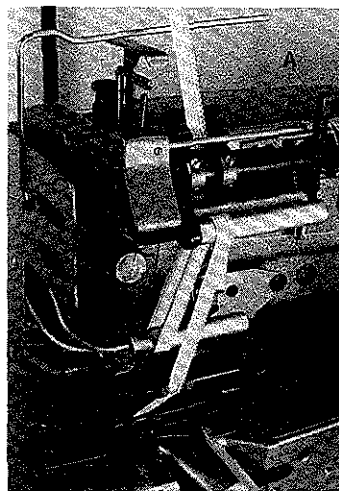
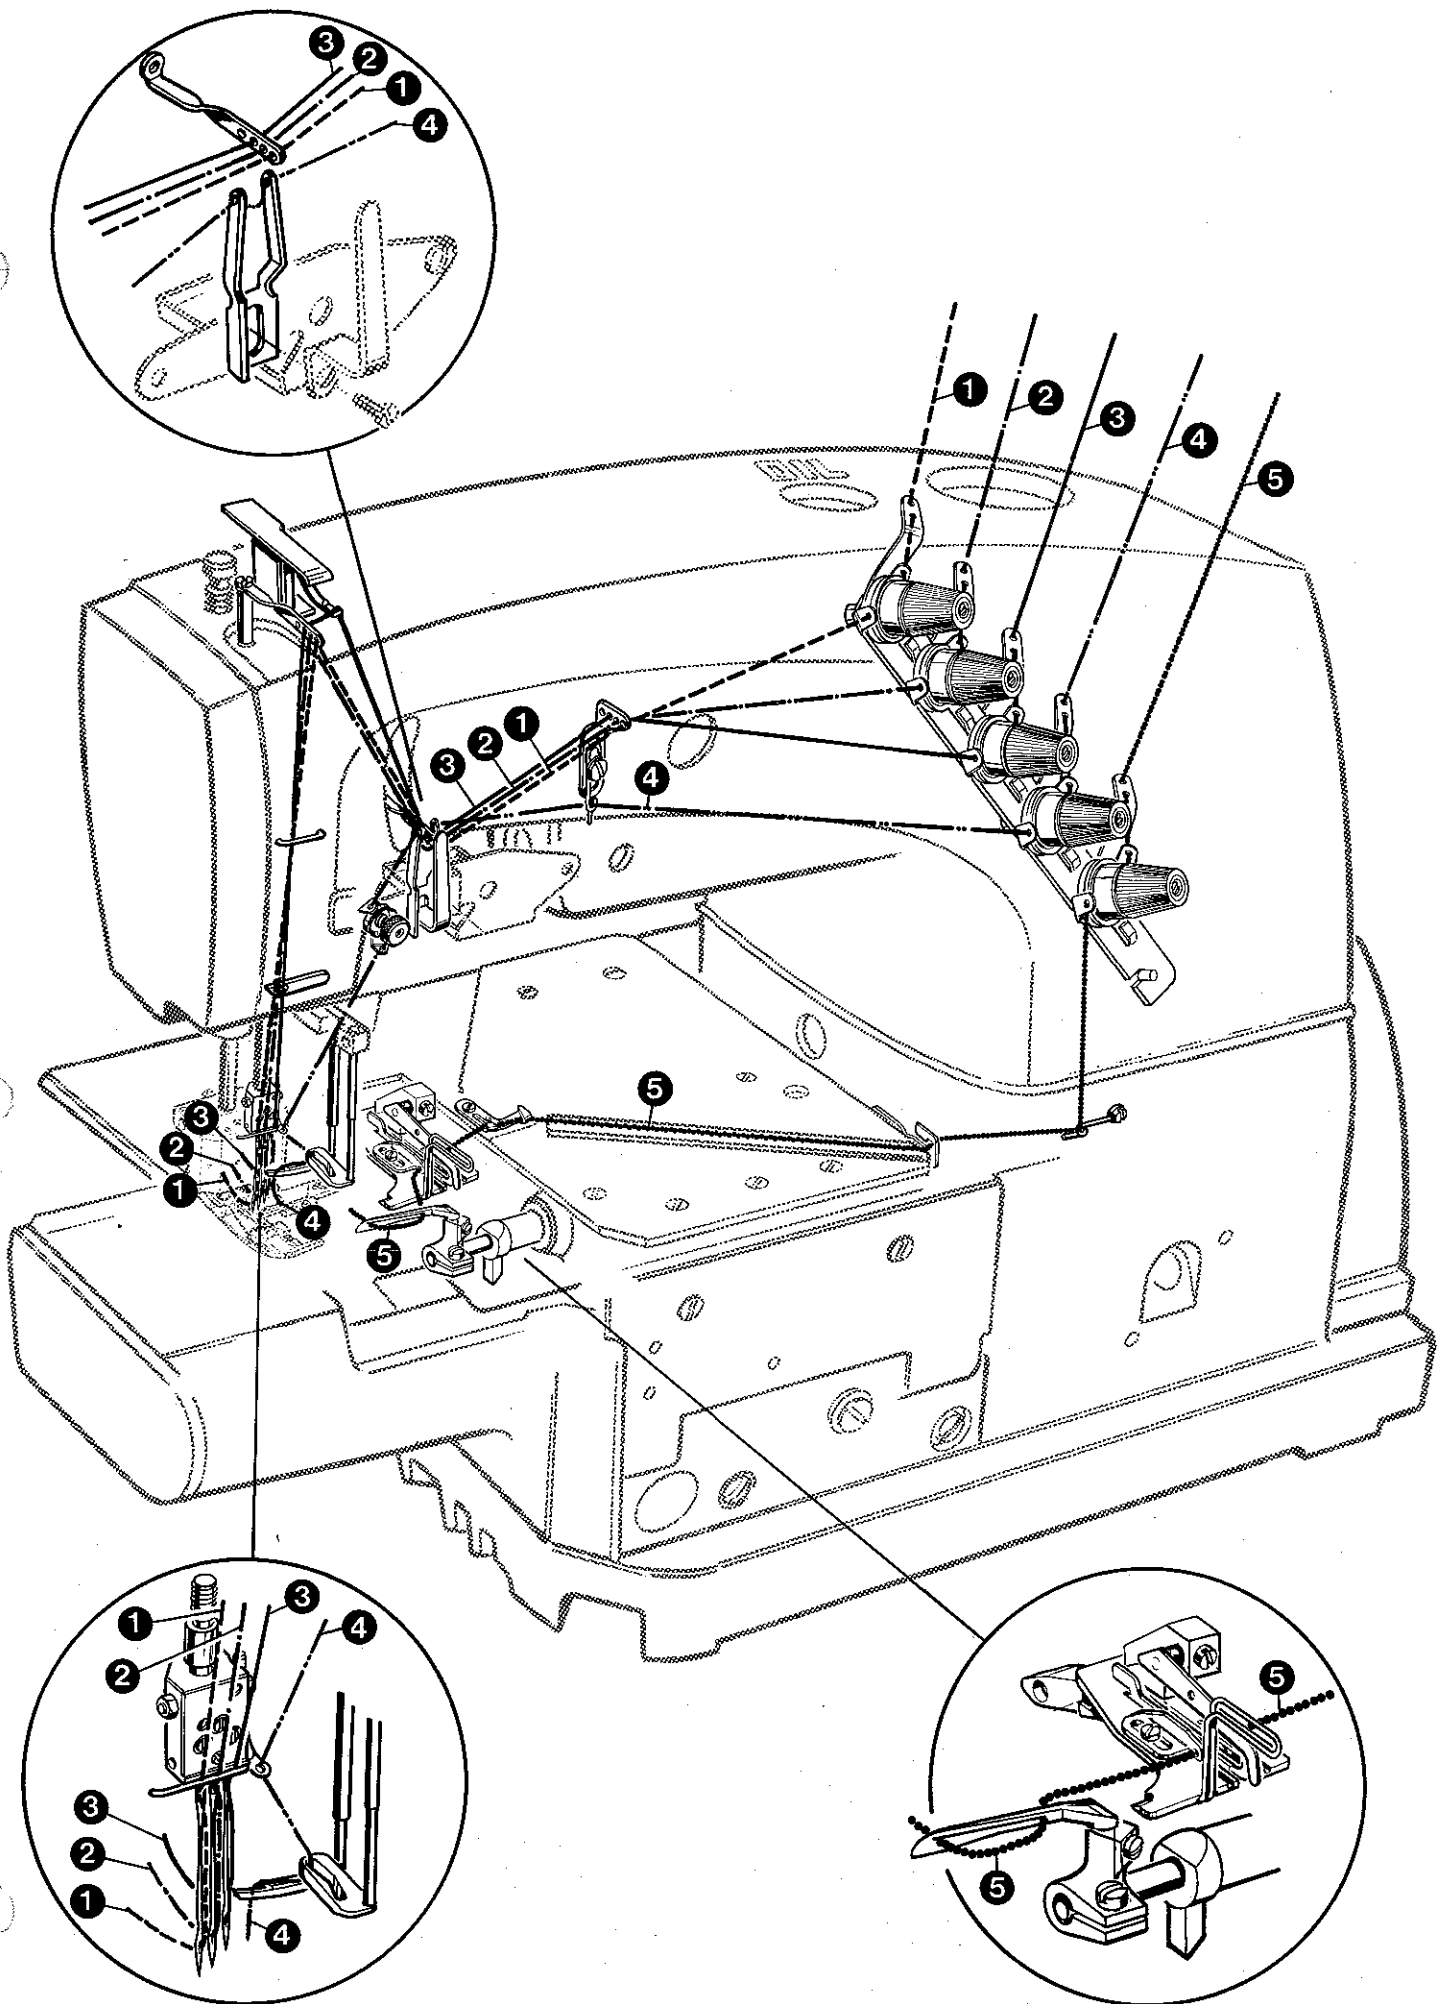

Fig.5
Fig.6
7. Fädeln Sie die Maschine ein, siehe Absatz "EINFÄDELN", Seite 8 und Fig. 6.
Turn-OFF main switch before threading! The machines are threaded as shown in Fig. 6. The lace or elastic is inserted as shown in Fig. 5, press lever (A) for inserting.
Schalten Sie vor dem Einfädeln den Hauptschalter AUS! Die Maschinen werden wie in Fig. 6 gezeigt eingefädelt. Die Spitze oder das Gummiband werden wie in Fig. 5 gezeigt eingelegt, drücken Sie zum Einlegen den Hebel (A).